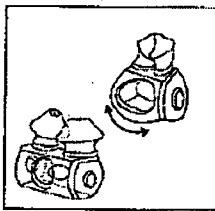

Figura 2
1. Para colocar el almoadillado, presione los laterales para que se doble hacia adentro (figura 2)